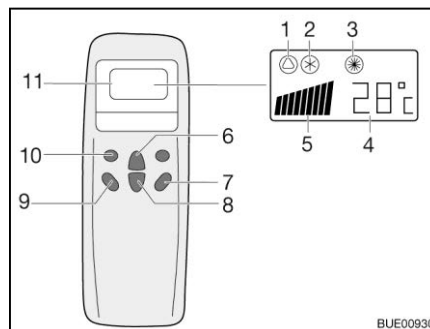
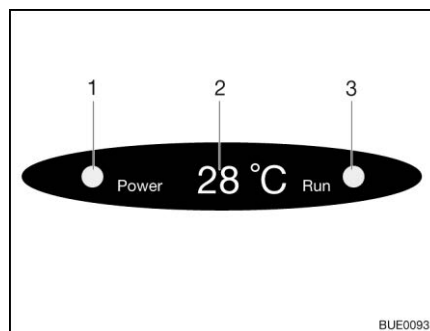

Fig. 238 Télécommande
Fig. 239 Affichage sur le diffuseur
- Appuyer sur la touche "ON/OFF" (Fig. 238,7).
- Appuyer sur la touche "Mode" (Fig. 238,10) autant de fois que nécessaire pour que le mode de fonctionnement souhaité (Fig. 238,1, 2 ou 3) s'affiche à l'écran. Le voyant de contrôle correspondant s'allume sur l'écran du diffuseur (Fig. 239,3).
- Régler la température souhaitée avec les touches d'augmentation de la température (Fig. 238,6) ou de diminution de la température (Fig. 238,8).
- Sélectionner le niveau de ventilation souhaité à l'aide de la touche de vitesse du ventilateur (Fig. 238,9).